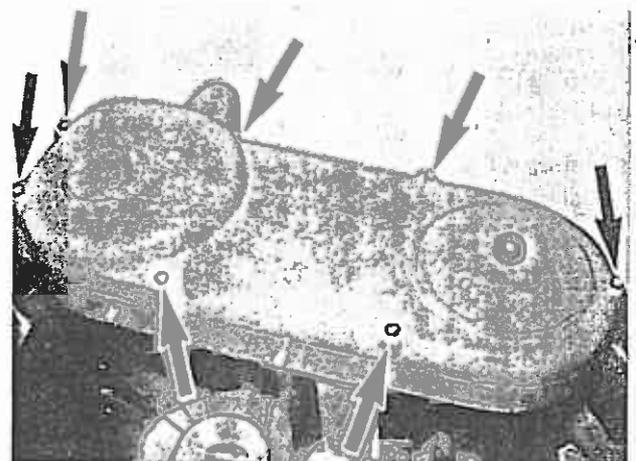

Bild 65
1. Befestigungsschrauben (Bild 65/Pfeile) des Deckels herausrauben, Deckel abnehmen.
4. Kappe (Bild 65/1) abziehen und Gehäuse mit 7 Liter Fett füllen (Schmierstoff siehe Abschnitt 1.2).